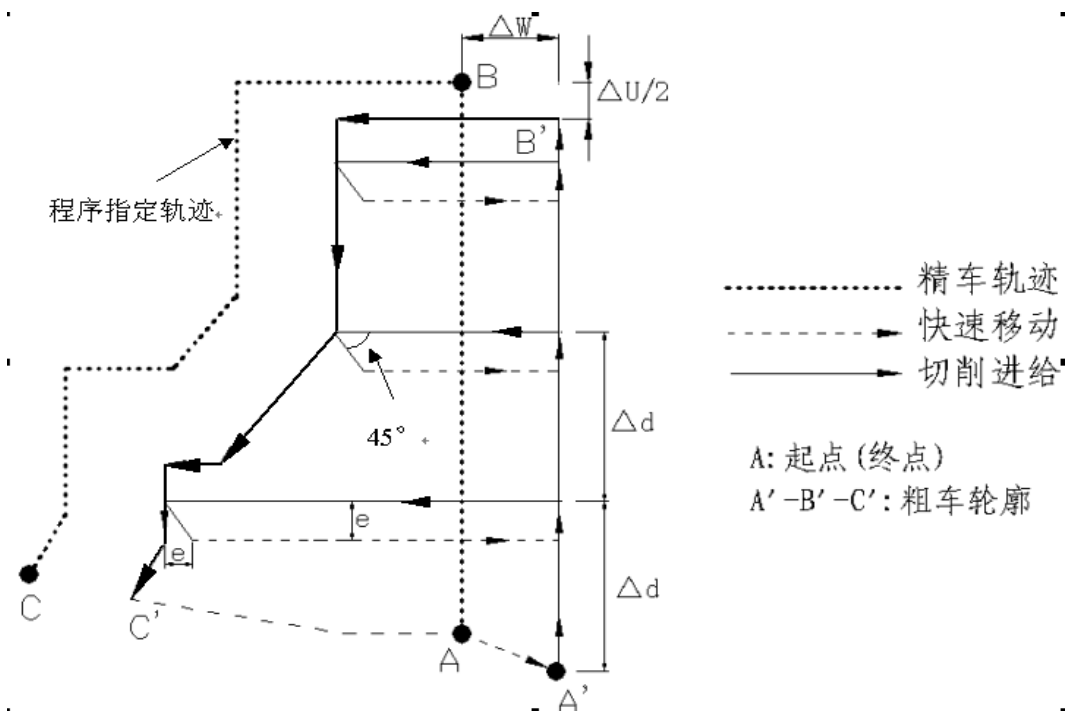

图 3-25 G71 代码循环轨迹
1) 代码执行过程：图 3-25。
① 从起点 A 点快速移动到 A' 点，X 轴移动 Δu 、Z 轴移动 Δw ；
- ② 从 A' 点 X 轴移动 Δd (进刀), ns 程序段是 G0 时按快速移动速度进刀, ns 程序段是 G1 时按 G71 的切削进给速度 F 进刀, 进刀方向与 A 点→B 点的方向一致;
- ③ Z 轴切削进给到粗车轮廓, 进给方向与 B 点→C 点 Z 轴坐标变化一致;
- ④ X 轴、Z 轴按切削进给速度退刀 e (45° 直线), 退刀方向与各轴进刀方向相反;
- ⑤ Z 轴以快速移动速度退回到与 A' 点 Z 轴绝对坐标相同的位置;
- ⑥ 如果 X 轴再次进刀 ($\Delta d+e$) 后, 移动的终点仍在 A' 点→B' 点的联机中间 (未达到或超出 B' 点), X 轴再次进刀 ($\Delta d+e$), 然后执行③; 如果 X 轴再次进刀 ($\Delta d+e$) 后, 移动的终点到达 B' 点或超出了 A' 点→B' 点的联机, X 轴进刀至 B' 点, 然后执行⑦;
- ⑦ 沿粗车轮廓从 B' 点切削进给至 C' 点;
- ⑧ 从 C' 点快速移动到 A 点, G71 循环执行结束, 程序跳转到 nf 程序段的下一个程序段执行。